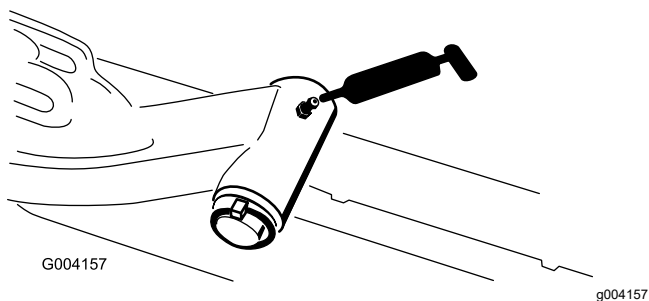

Figure 44
- Axe de pivot des bras de levage (x1) – Figure 44